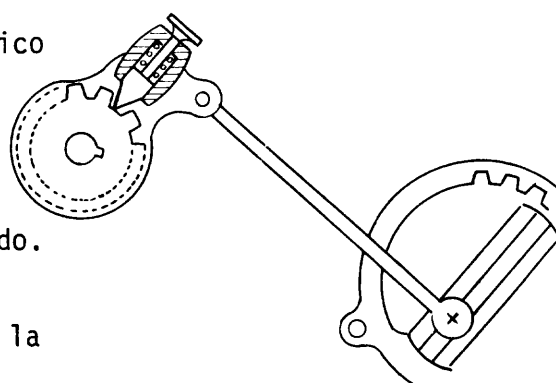

Fig. 11
- f Acople el avance automático (fig. 11) y cepille la cara.